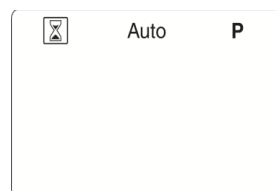

Fig. 9
- 1) *accionar, en el control remoto, el pulsadores de navegación (►), hasta que aparezca contorneado el símbolo de funcionamiento manual, como en Fig.9;*